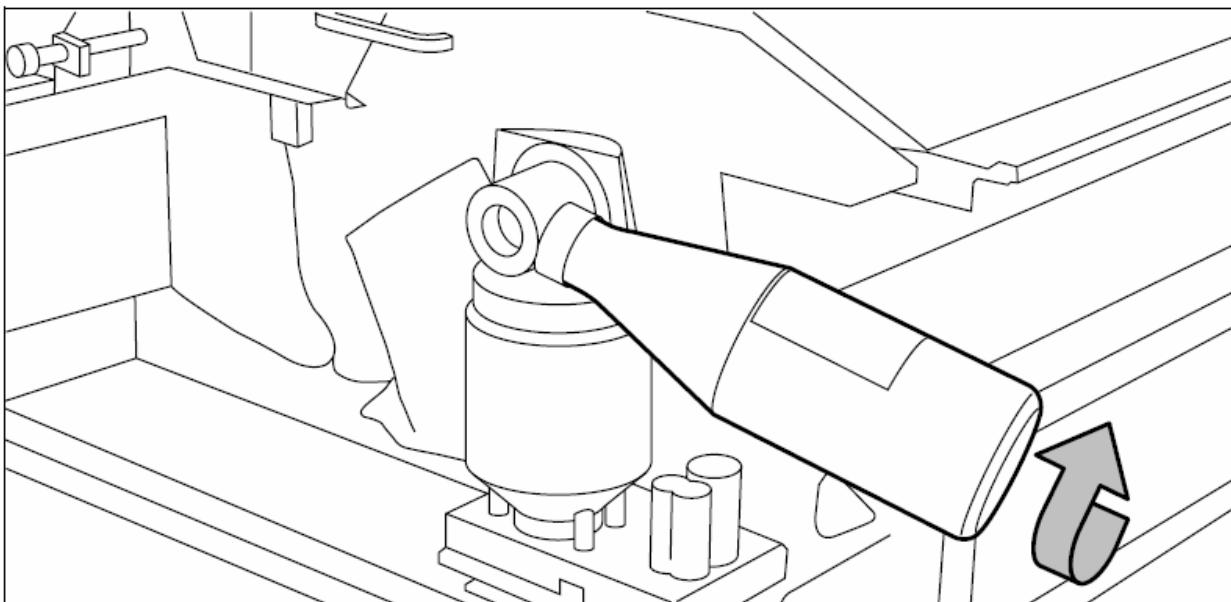

Рисунок 101: Приединение бутылки с тонером к входному патрубку
5. Вращая бутылку по часовой стрелке в наклонном положении, приверните ее к входному патрубку (смотрите рисунок 101).